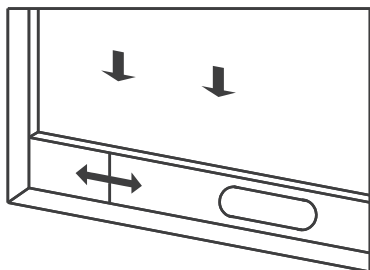
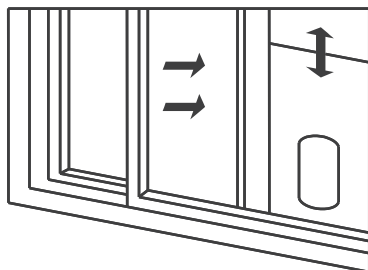

figure 2
figure 3
3) Ouvrez à moitié la fenêtre et montez l'ensemble de plaque d'étanchéité de la fenêtre sur la fenêtre (comme indiqué sur les Fig.2 et Fig.3). Les composants peuvent être placés dans le sens horizontal et vertical.